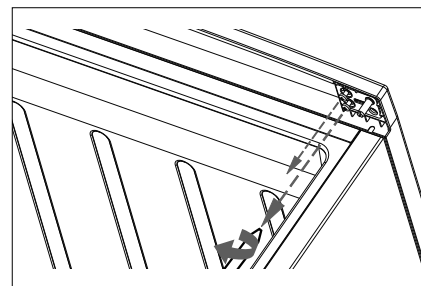

Fig. 5
- ▶ Løsn begge skruer på øverste hængsel med en stjerneskrue-trækker (fig. 5).